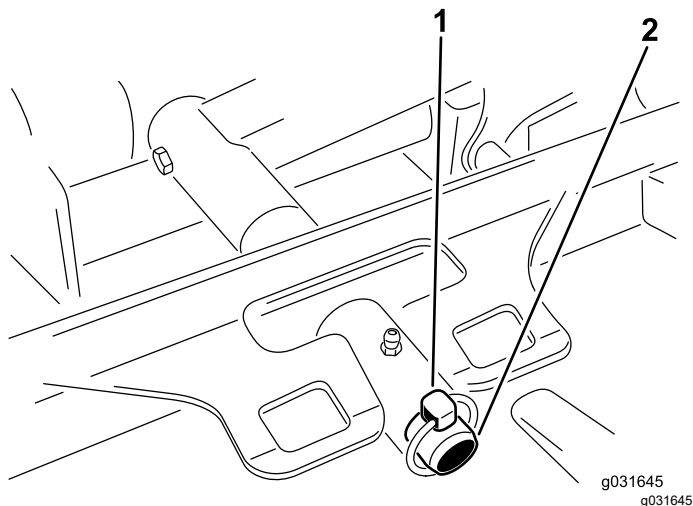

Рисунок 68
3. Снимите штифт с кольцом или крепежную гайку, с помощью которых несущая рама деки крепится к шарниру подъемного рычага (Рисунок 68).
3. Наденьте несущую раму деки на шарнирный палец подъемного рычага и закрепите ее при помощи штифта с кольцом и крепежной гайки (Рисунок 68).